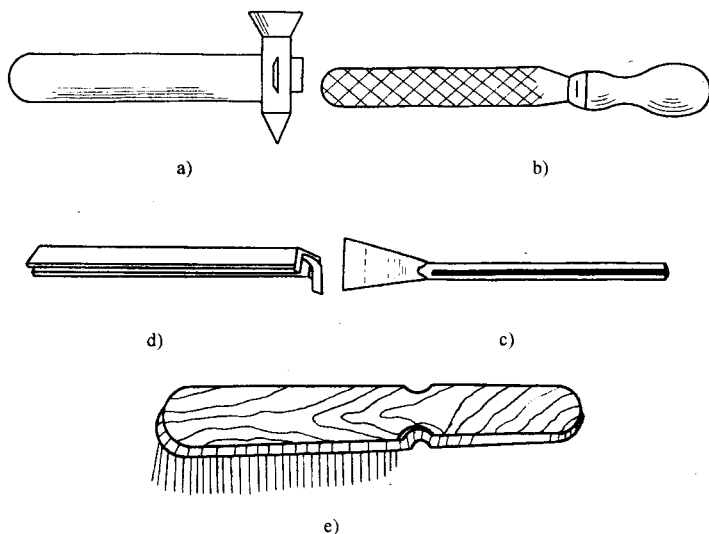

图 2-1 常用的手工除锈工具
(1) 除锈工具 手工除锈,由于工件的材质不同,形状大小各异,锈蚀的种类和锈蚀程度差别很大,常常需要多种工具互相配合使用,才能达到除锈的目的。对于平面工件,如果只存在铁锈,采用刮铲和砂布就能够除掉。当既有氧化皮又有焊渣时,就要用铁锤、铲刀将其除掉。工件表面的凸起和锐边,可采用粗纹钢锉修整。对于结构复杂工作的凹陷部位的锈蚀,可采用钢丝刷来清除。常用的手工除锈工具如图 2-1 所示。
(2) 除锈操作